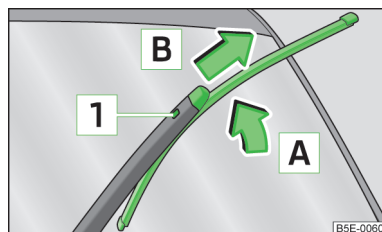

Fig. 206
- Ridicați brațul ștergătorului de pe geam » fig. 206.